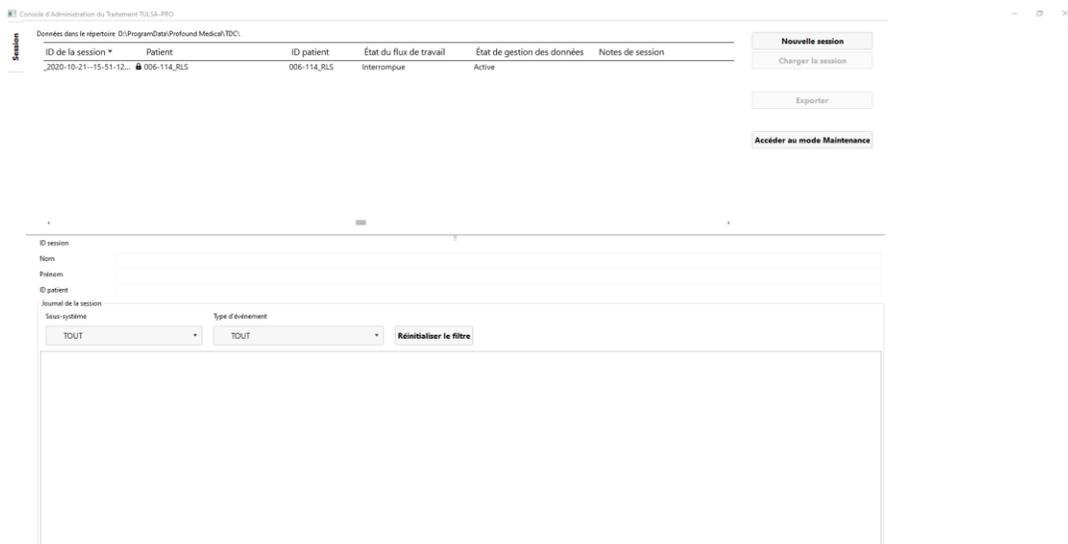

Figure 10 : Espace de travail Gestion des données de session du menu principal de la TDC
1. Lancer le logiciel TDC depuis le bureau. L'espace de travail *Gestion des données de session* s'ouvre. Cliquer sur **Nouvelle session** (Figure 10).